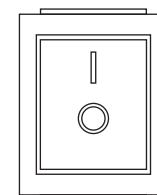

Abbildung 16
- Schalten Sie beim Aufladen den Netzschalter am Akkugehäuse des elektrischen Rollstuhls ein und die Steuerung aus. Hinweis: Der Netzschalter auf dem Akkugehäuse ist bei Lieferung ausgeschaltet. Achten Sie darauf, dass der Netzschalter beim Laden eingeschaltet ist. Der Schalter befindet sich an der Rückseite des rechten Akkugehäuses: "I": EIN und "O": AUS, siehe Abbildung 16.
- Schalten Sie den Schalter am Akkugehäuse ein und drücken Sie auf „I“, um ihn in den normalen Betriebsmodus zu schalten. Siehe Abbildung 16.